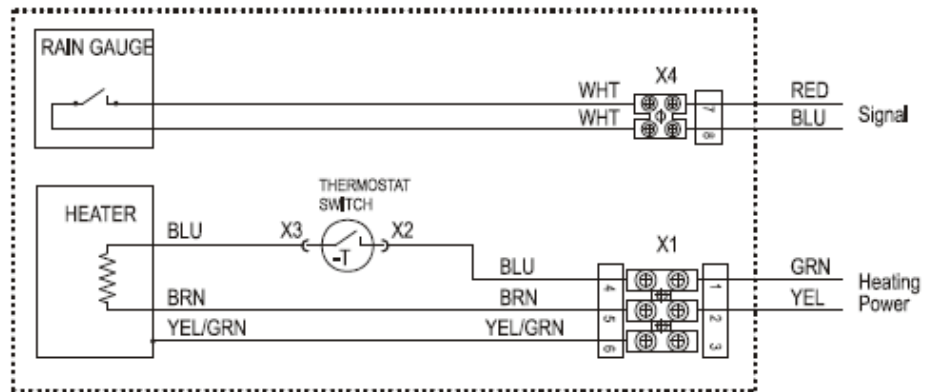

图 7 RG13H 雨量计接线图
- 1 = 加热器接线板，连接方法见第 16 页图 7
- 2 = 信号线缆接线板，连接方法见第 16 页图 7